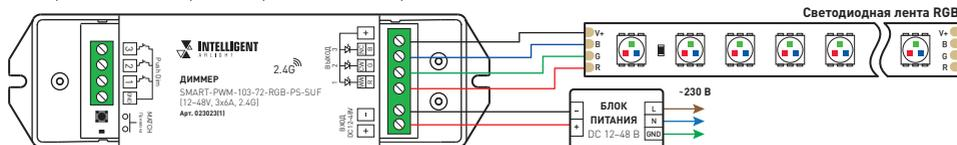

Рис. 1. Подключение светодиодной ленты RGB
- 3.3. Согласно используемой схеме (рис. 1–4), подключите светодиодную ленту или другой совместимый светодиодный источник света к выходу OUTPUT диммера. Соблюдайте полярность и порядок подключения проводов к клеммам.